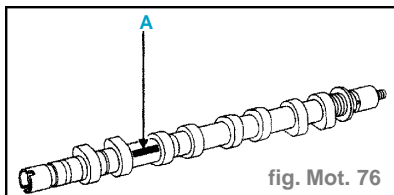

fig. Mot. 76
Nota : Les arbres à cames s'identifient par un marquage (A) (fig. Mot. 76).